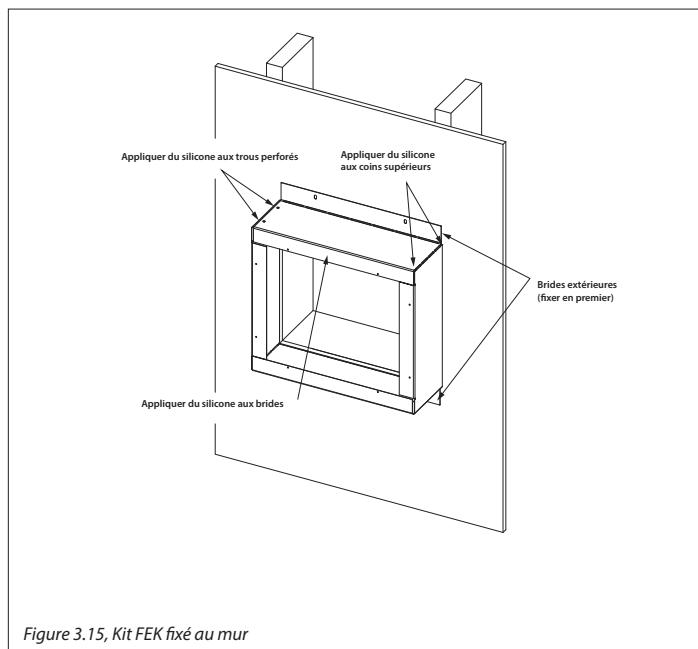

Figure 3.15, Kit FEK fixé au mur
5. Appliquez un joint de silicone le long de la face arrière, tout autour des brides métalliques du KPV (Power Vent). Alignez le KPV-FEK (kit d'extension) tel que montré à la Figure 3.15. Assurez-vous que le chapeau d'évacuation est de niveau et d'équerre, puis fixez le KPV (Power Vent) au KPV-FEK avec 8 vis.